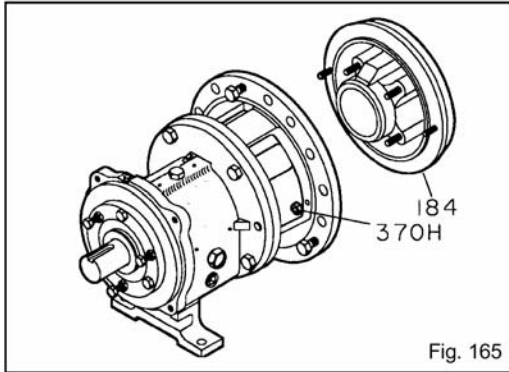

Fig. 165
1. Instale la tapa del prensaestopas (184) con las tuercas (370H) (Fig. 165).